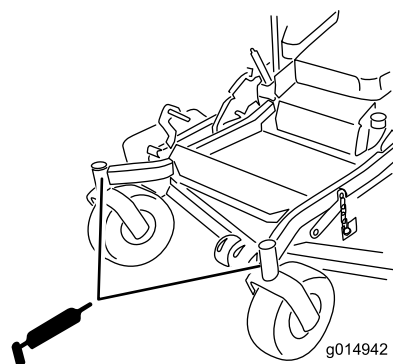

Figure 40
10. Sortez le graisseur de l'orifice. Remettez le bouchon hexagonal et le capuchon antipoussière en place (Figure 40).